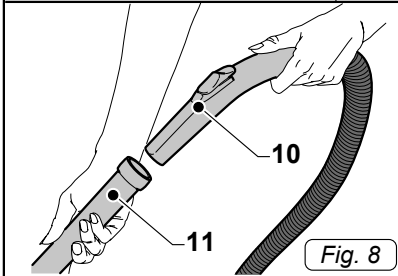

Fig. 8
- Agganciare all'impugnatura ergonomica (10 Fig.8) del tubo flessibile le prolunghe rigide (11 Fig.8).